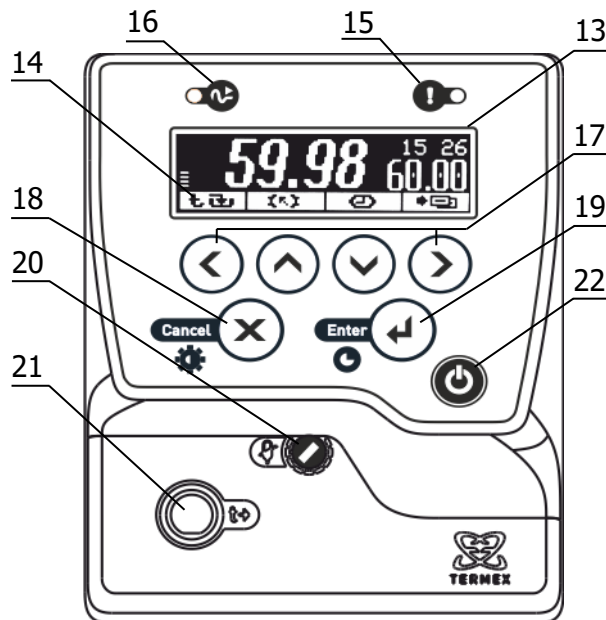

Рисунок 2 – Лицевая панель
Система безопасности блока регулирования отключает двигатель насоса и нагреватель при срабатывании хотя бы одной из защит или неисправности датчика температуры (1.2.13). При срабатывании системы безопасности раздается звуковой сигнал, загорается индикатор 15 (рисунок 2) и на дисплей 13 выводится информация о причине неисправности.
2.3.1 После подключения сетевого кабеля к электрической сети блок регулирования переходит в режим ожидания. Подключение сопровождается кратковременной подсветкой дисплея 13 (рисунок 2).
2.3.6 Для регулировки яркости подсветки или контраста дисплея нажать кнопку 18 (X), выбрать изменяемый параметр кнопками (▲) и (▼) и установить его значение кнопками (◀) и (▶). Зафиксировать изменение нажатием кнопки 19 (↔) (рисунок 2).
2.7.6 Для выбора уставки в качестве текущей кнопками (▲) и (▼) подвести к ней указатель. Значение отмеченной указателем уставки дублируется крупными цифрами в правой части дисплея. Для подтверждения выбора отмеченной уставки нажать кнопку 19 (←). Для отмены выбора нажать кнопку 18 (✕) (рисунок 2).
2.7.7 Для изменения численного значения отмеченной указателем уставки нажать кнопку (▶). На рамке, обрамляющей значение уставки в правой части дисплея, появятся «засечки», указывающие на изменяемую позицию в численном значении. Цифра в отмеченной позиции мигает. Нажатиями кнопок (▲) и (▼) установить требуемую цифру в отмеченной позиции. Если удерживать кнопку нажатой, значение уставки будет изменяться непрерывно. Нажатиями кнопок (◀) и (▶) переместить отметку изменяемой позиции. Дискретность изменения значения уставки зависит от положения изменяемой позиции: если отмечена позиция десятков, то при единичном нажатии кнопки (▲) или (▼) значение уставки изменится на 10 °С. Если отмечена позиция десятых долей, то значение уставки изменится на 0.1 °С соответственно. Закончить ввод нового значения уставки нажатием кнопки 19 (←). Для возврата к значению уставки до ее изменения нажать кнопку 18 (✕) (рисунок 2).
2.8.3 При срабатывании защиты раздается звуковой сигнал и загорается красный индикатор срабатывания системы безопасности 15 (рисунок 2). Работа насоса и нагревателя будет блокирована. На дисплее отобразится текущее состояние системы защит.